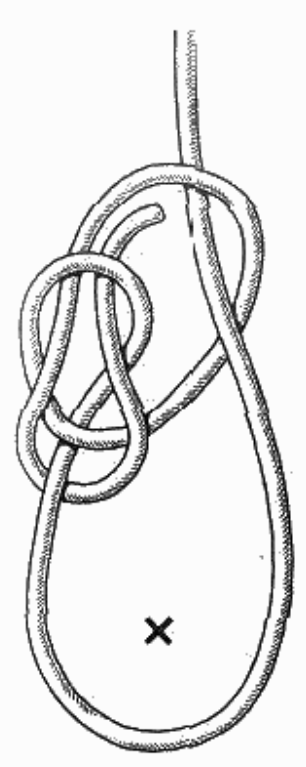

Рис. 85. Бегущий
концах). Из всех способов связывания двух тросов из различного материала (например, пенька и сталь, дакрон и манила) соединение с помощью двух беседочных узлов петлями будет самым надежным. Кроме того, из беседочного узла можно сделать надежную затягивающуюся петлю (см. рис. 85). Его можно применять для швартовки и для крепления троса к гаку беседочный узел также можно без опасения применить для временного укорачивания троса или в случае, когда требуется исключить износившийся кусок троса из работы, связав узел так, чтобы этот кусок приходился на петлю.
**Бегущий булинь** (рис. 85). Бегущий булинь — это то же беседочный узел с маленькой петлей, в которую пропущен коренной конец. Он основан на принципе лассо. Действует бегущий булинь безотказно. В морском деле его применяют для вылавливания плавающих бревен и топляков, им ищут и поднимают оставленные на дне адмиралтейские якоря.